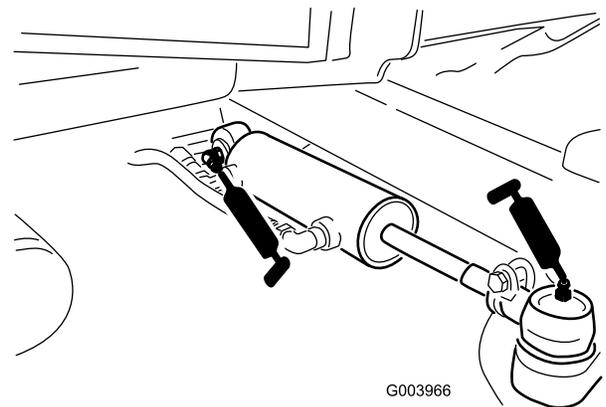

Figura 56
- Rótulas do cilindro de direcção (2) (Figura 56)